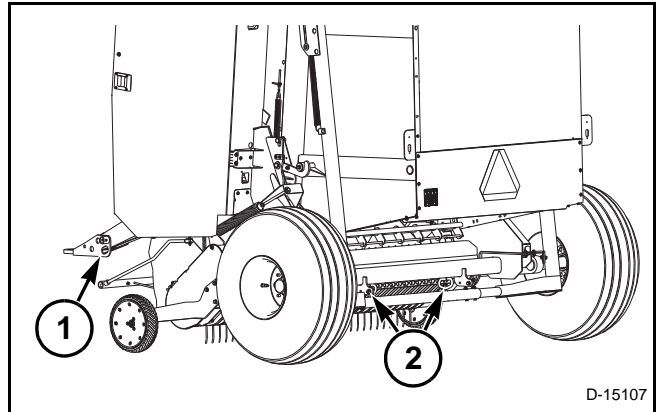

FIG. 84
FIG. 84: Bloquee las ruedas cuando transporte la enfardadora. Fije la máquina pasando cadenas a través de los puntos de sujeción debajo de la barra de remolque (1) de la enfardadora y debajo del eje (2). No utilice partes del recolector, el eyector o la compuerta trasera como puntos de sujeción.